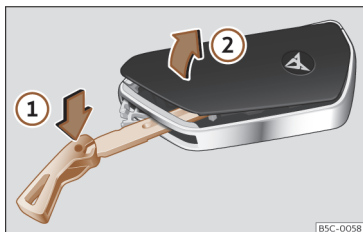

Fig. 66 Clé du véhicule : ouvrir le cache du logement de la pile.
- Introduisez le panneton dans la rainure >>> **fig. 66**, appuyez dessus dans le sens de la flèche ① et détachez le cache en faisant levier ②.